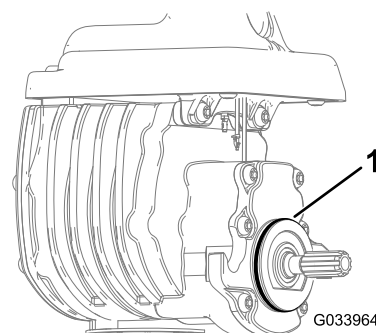

Figura 5
3. Instale la junta tórica en el motor del molinete (Figura 5).